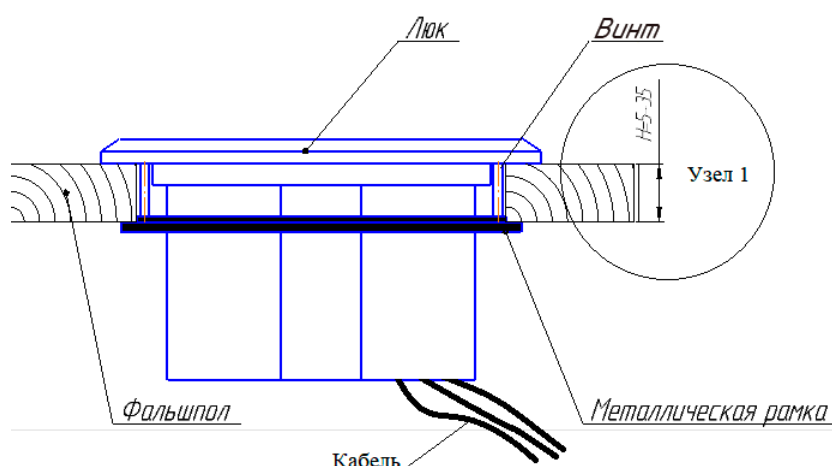

Рис. 4
4. Ввести кабель в коробку люка, установить люк в пол и зафиксировать винтами L = 50 мм крышку люка и металлическую рамку (рис. 4).